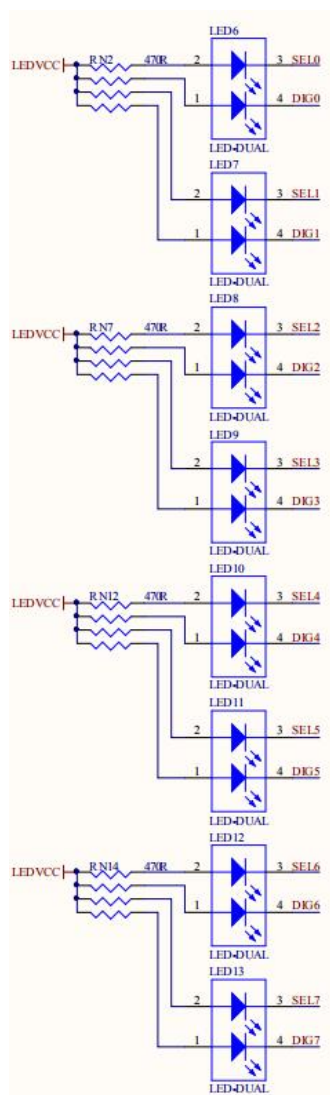

图 2-16双色LED发光管
⑫、8组双色LED发光管
开发板提供了8个双色LED发光二极管。每个发光管是双色，分别是红色和绿色，也就是8组相当于16个LED,要锁定16个IO脚，8组LED发光管原理图如图 2-16，当FPGA的引脚输出逻辑为“0”时，LED熄灭。输出逻辑为“1”时，LED被点亮。16个引脚和数码管复用（请看⑪）。